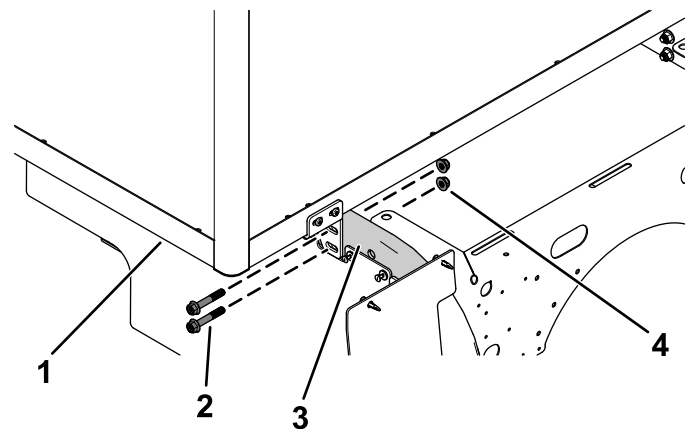

Bild 7
- Befestigen Sie die Vorderseite der Staubox für Nutzfahrzeuge mit den zuvor entfernten beiden Bundkopfschraube ($\frac{3}{8}$ " x $2\frac{1}{2}$ ") und den beiden Bundmuttern ($\frac{3}{8}$ ") am Rahmenrohr an jeder Seite (Bild 7).